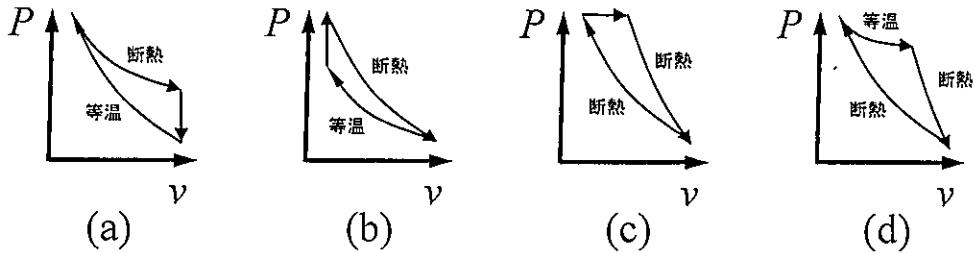

図 1-1
- (1) 内燃機関は様々な理論サイクルで表現される. 図 1-1 のスケッチの理論サイクルのうち, 理論上あり得ないものをすべて選び, その理由を述べよ.